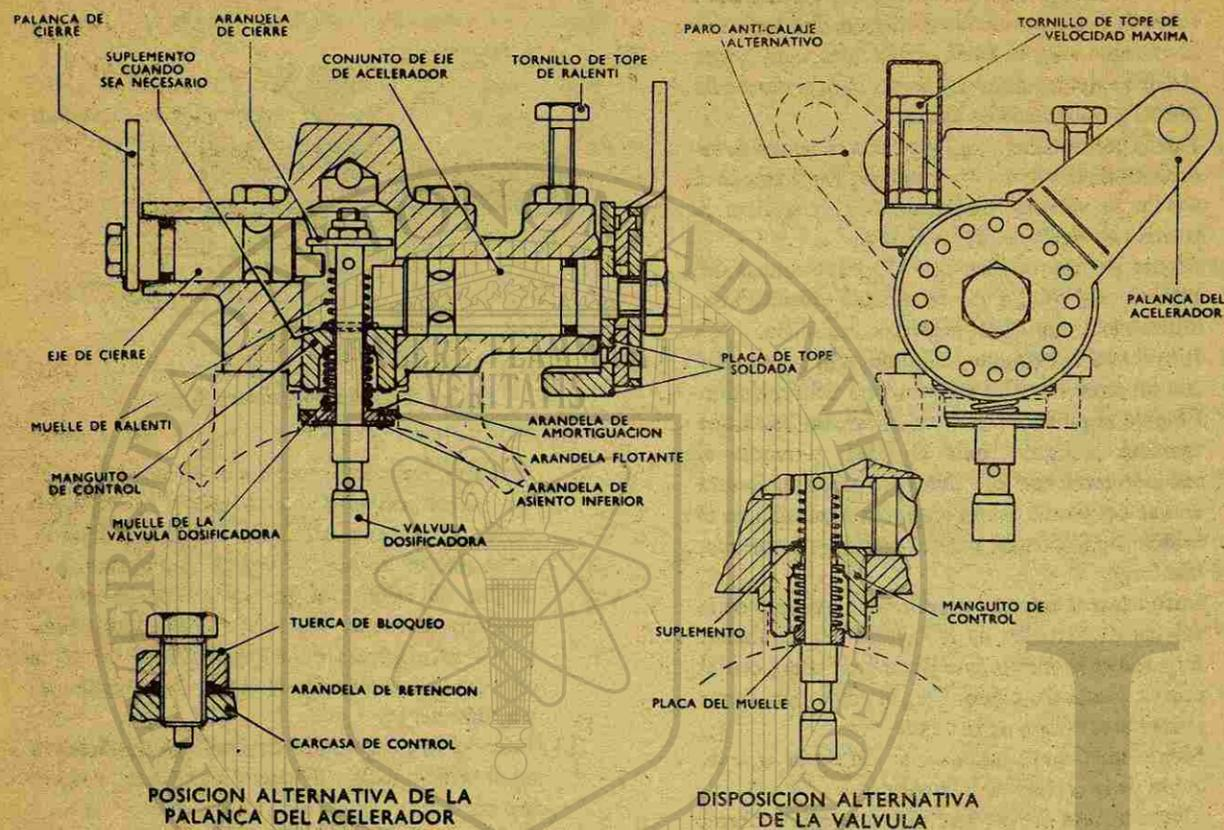

Fig. 49 Regulador de montaje reversible
29. Cuando siga estas instrucciones refiérase a la Fig. 49.